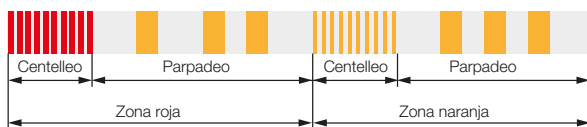

Fig. 8-1: Señalización óptica de varios avisos
En el ejemplo de la Fig. 8-1, el aviso 1 y el aviso 2 están en la zona roja y el aviso 3, en la naranja.
- Zona roja en Fig. 8-1
- Zona naranja en Fig. 8-1